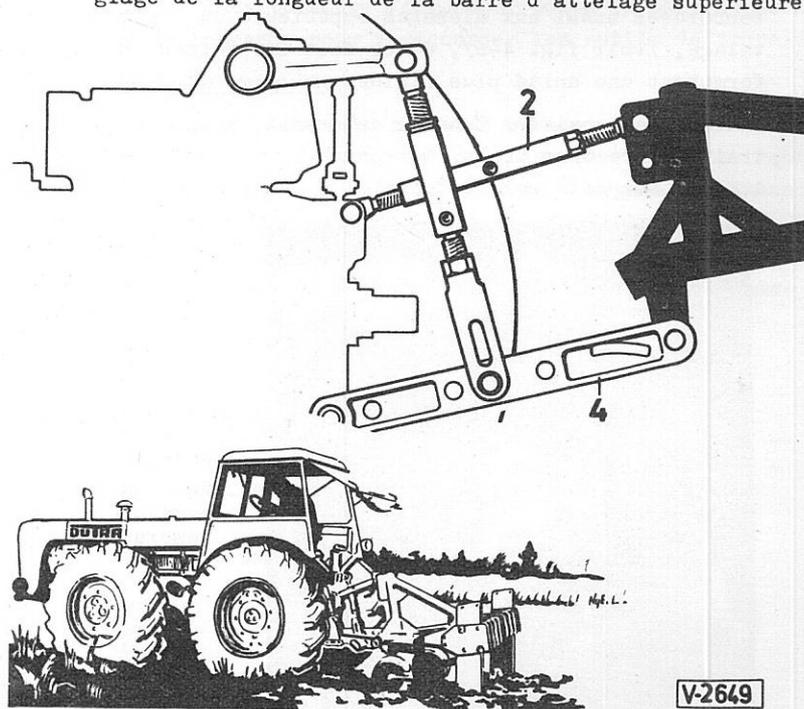

Fig. 4-4: Montage de l'outil de travail au tracteur /V-2649/
- 4/ Passer les joints à rotule des barres d'attelage inférieure fig. 4-4, poste 4./ sur les pivots de l'arbre de suspension de l'outil et les y arrêter.